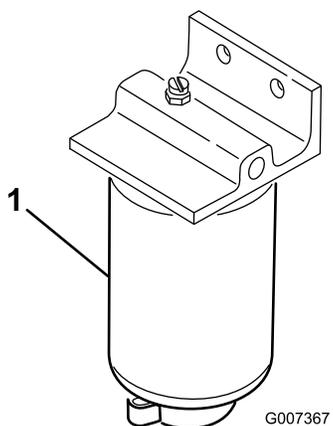

Figura 36
3. Abra o tampão de drenagem no filtro de combustível aproximadamente uma volta e drene qualquer água acumulada (Figura 36).